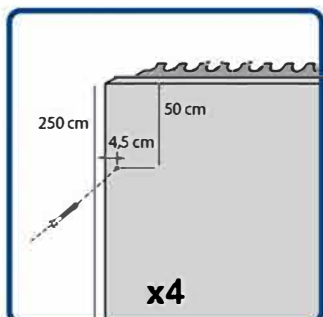

Fig 01
a. Positionner les boulons M12 de serrage dans les douilles à l'arrière du panneau (Fig 01 / 02)